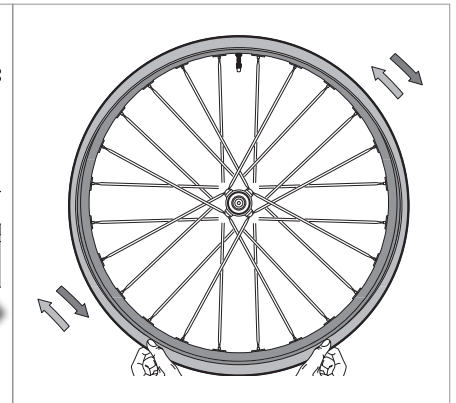

Fig.20
- Faire tourner et agiter la roue afin que le liquide puisse se déposer et coller toute la surface interne du pneu. Mouiller le pneu à l'eau et au savon et vérifier si des bulles pouvant indiquer une fuite d'air sur le pneu se forment à la surface. Disposer la roue de façon à ce que le liquide coule dans les zones où les fuites d'air ont été vérifiées, afin que le liquide les rebouche (Fig. 20).